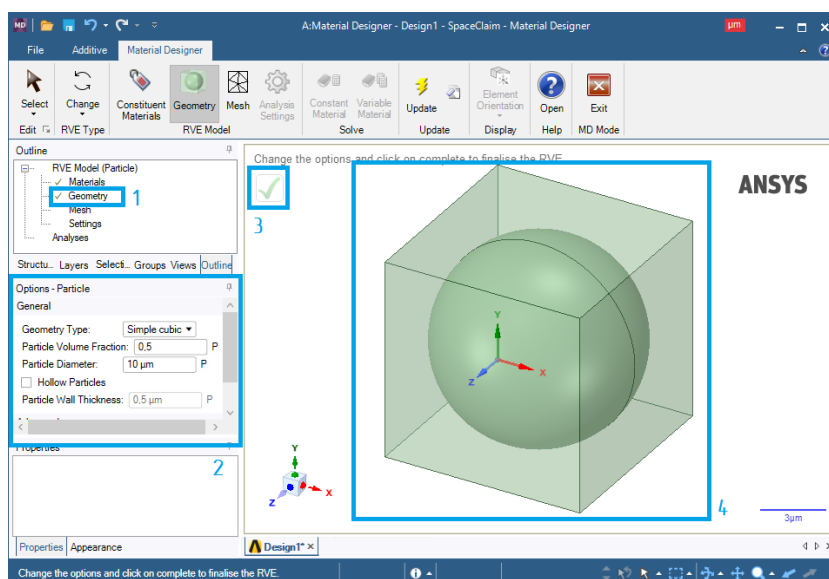

Рис. 9. Создание геометрии объемного элемента модифицированной микроструктуры
6. Для создания геометрии объемного элемента модифицированной микроструктуры (рис. 9) нажимаем ЛКМ на **Geometry** (1). После этого в левой панели настроек отобразятся настройки геометрии объемного элемента модифицированной микроструктуры (2) (в зависимости от типа выбранного объемного элемента настройки могут быть различны). Нажимаем галочку (3) и на рабочем пространстве появится трехмерная модель сгенерированного объемного элемента (4).